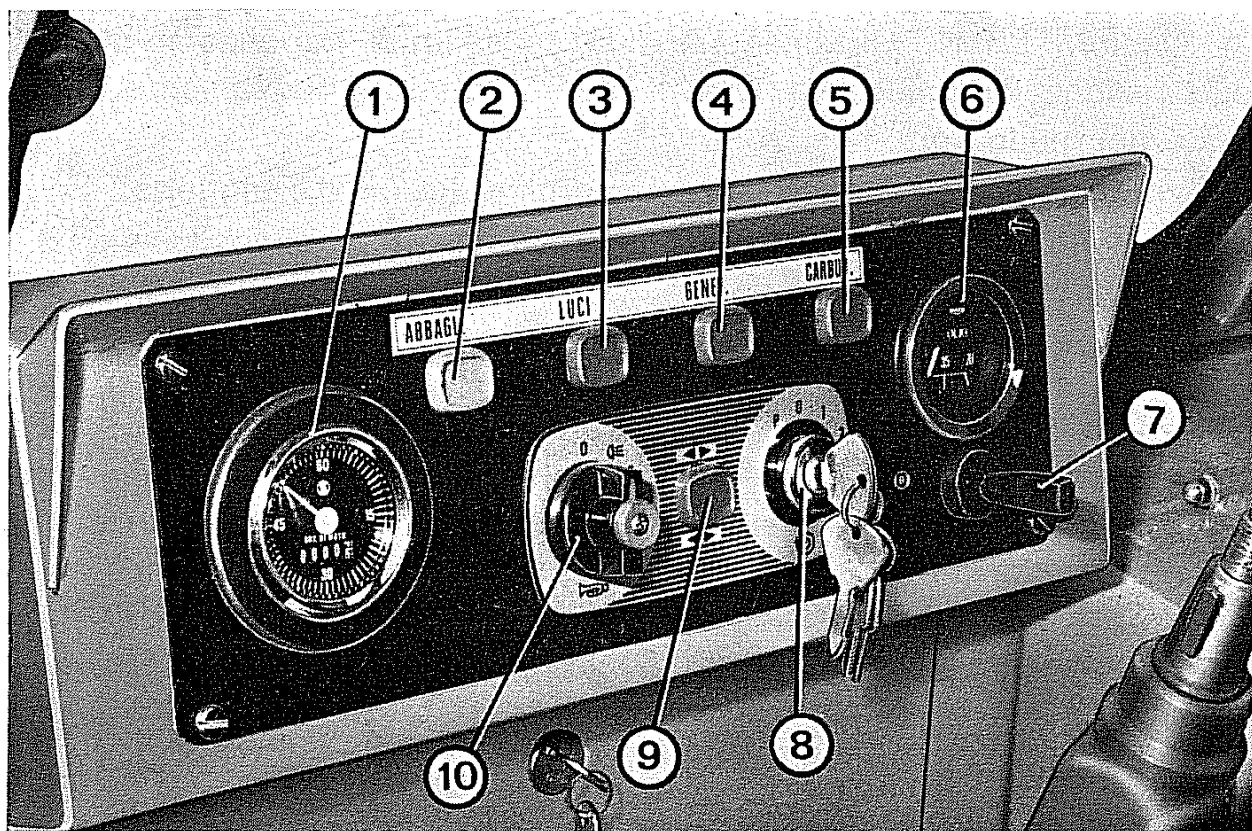
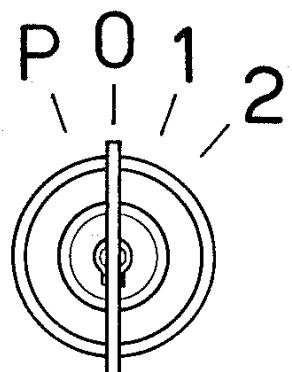

Fig. 31 - Cruscotto
Fig. 32
- Introdurre la chiave nel quadro comando avviamento e ruotarla in posizione 1 (fig. 32) lasciandovela alcuni secondi.
- Nel caso che la macchina debba rimanere ferma con accese le luci di ingombro, ruotare la chiave del quadro avviamento nella posizione **P** (fig. 32) e il commutatore luci **10** (fig. 31) nel primo scatto.
Avvertenza: con motore in moto lasciare la chiave del quadro in posizione **1** (fig. 32) per permettere la ricarica della batteria e il funzionamento dei segnalatori luminosi situati sul cruscotto.